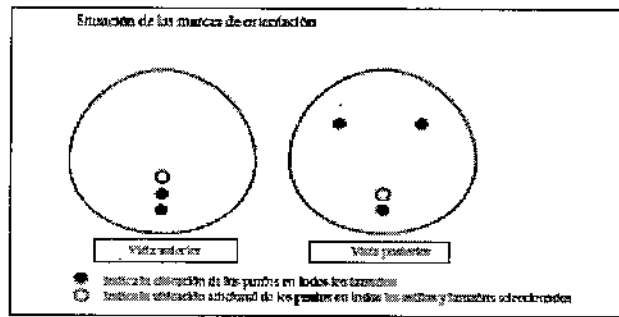

FIGURA 1
- Los productos Anatómicos **BioDIMENSIONAL™** incorporan marcas de orientación (ver Figura 1).